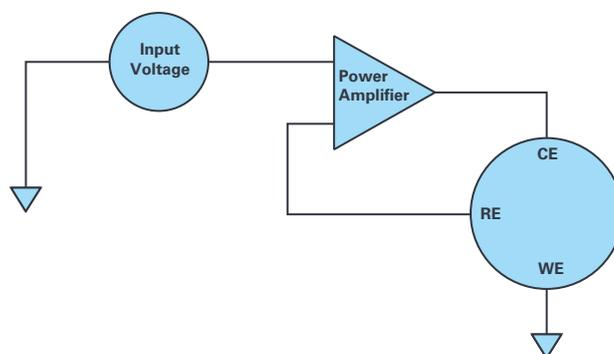

図1 ポテンシオスタット測定の原理
最も基本的かつ広範に使われる測定原理は、ポテンシオスタットに基づくものです。図1に示すように、ポテンシオスタットは、作用電極 (WE) と基準電極 (RE) 間の電圧の測定と制御を行います。WEの電位は、対電極 (あるいは補助電極) に流れる電流の調整を通じ、基準電極に対して一定に保たれます。